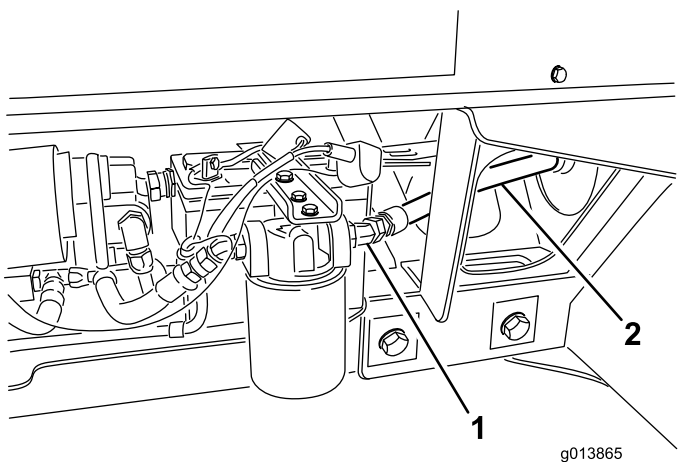

図 11
8. 油圧ホース#3をフィルター出口に接続する (図 11)。